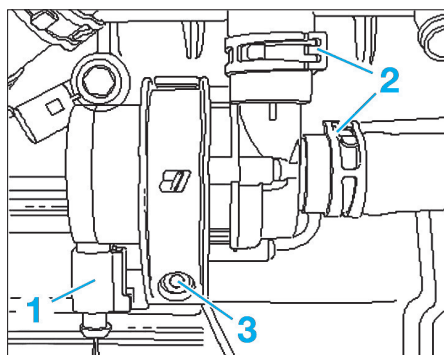

Fig. 25
- Débrancher le connecteur (1) et les durits (2) (Fig.25).
- Déposer les vis (3) et retirer la pompe de son support.